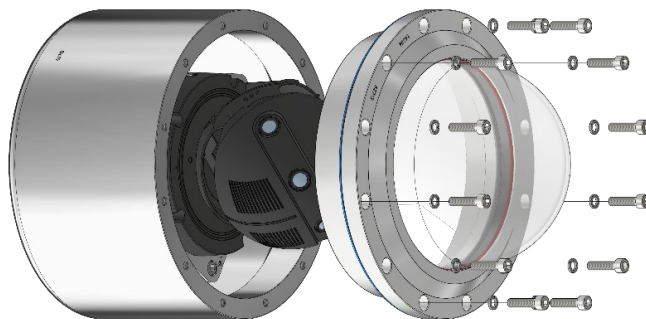

Bild 6-1 Öffnen der RoughCam T10-VA4.1K.PS1
- Der Kuppelflansch ist vorsichtig und lotrecht herauszuziehen (vgl. Abb.6-1). Es besteht Gefahr durch Verkantung! Durch entstehenden Unterdruck kann das Entfernen des Flansches ggf. schwerfällig sein.